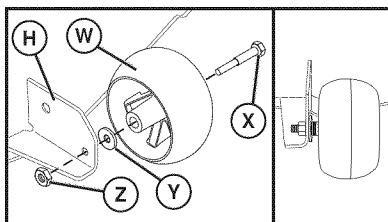

Fig. 5
- 2. ARME LA RUEDA CALIBRADORA DELANTERA (W) EN LA PARTE DELANTERA DE LA CORTADORA DE CÉSPED (Vea Fig. 5)**